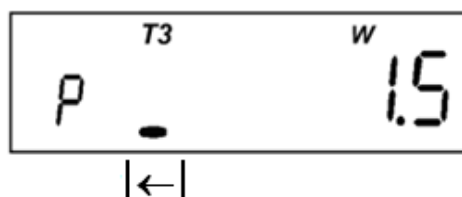

Рисунок 17
- прогнозируемая отпущенная активная мощность (отображается мнемоникой "*W*" и маркером "|←"). Только для двунаправленных счетчиков (Рисунок 17):